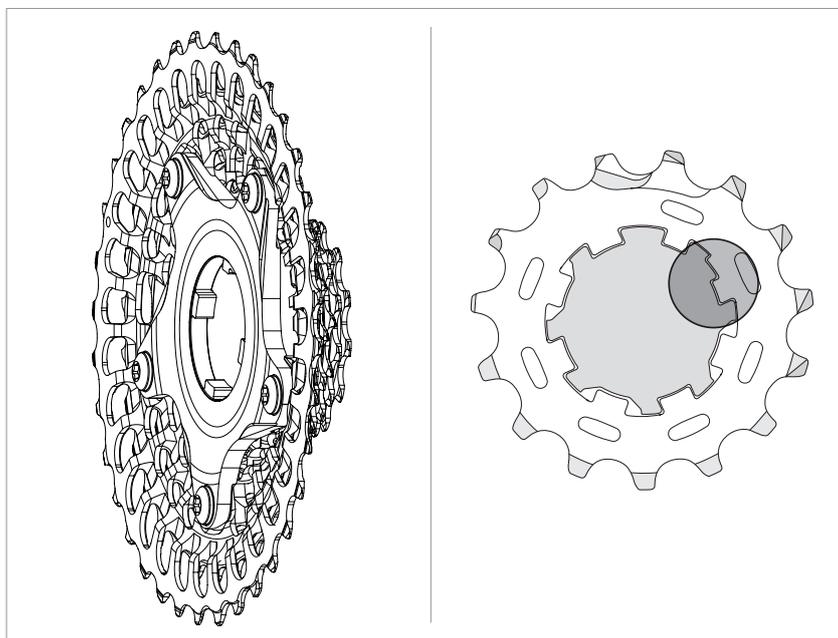

Fig.2
• Insérer l'ensemble des grands pignons sur le corps de roue libre, en faisant coïncider le profil des deux rainures (Fig. 2).
Le profil du corps de roue libre avec deux rainures asymétriques (Fig. 2) permet un calage automatique des pignons car il n'y a qu'une seule possibilité de montage.